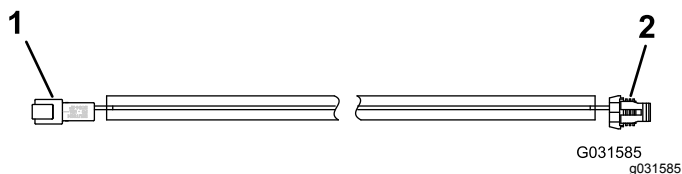

**图19**
2. 如 **图19** 所示用 4 个托架螺栓和 4 个螺母将安装板和振动器固定到工作车上。